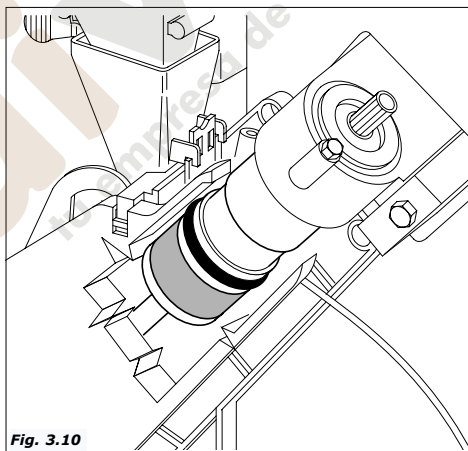

Fig. 3.10
- Se activa el motorreductor del grupo de café hasta llegar a la posición de erogación, lo que provoca el prensado de la pastilla (Fig.3.10).